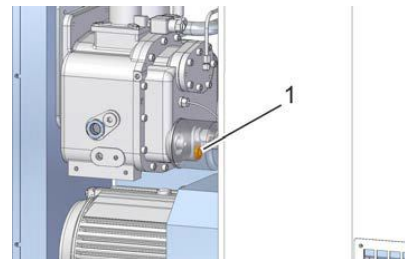

Рис. 39: Отверстие для слива охлаждающей жидкости
6. ➔ Откройте слив (Рис. 39/1).
7. ➤ Закройте слив (Рис. 39/1).